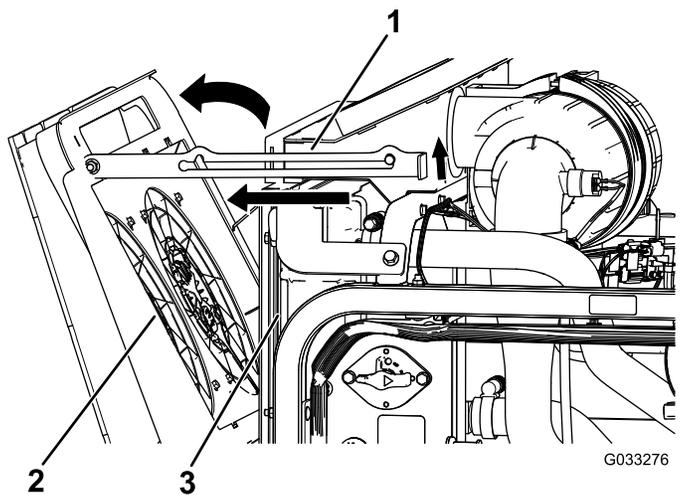

図 120
2. エンジン冷却ファンをラジエターの後方に倒し、**図 120**で支える。